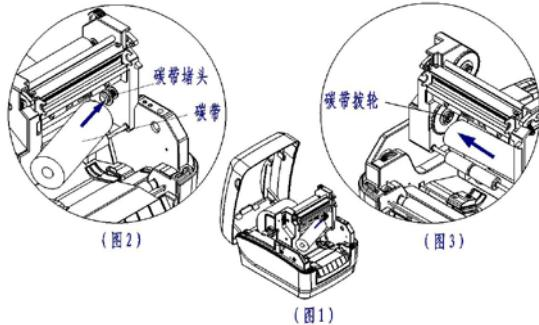

图 2.5.1
- 1) 如图 2.5.1 所示，首先将碳带支撑架旋转打开至（图 1）所示位置，将碳带按（图 2）所示方向插入碳带堵头内，按（图 3）所示将
碳带另一端插入碳带拨轮内，向外轻拉碳带，感觉到存在弹性回收力，说明发放轴碳带安装完毕（见图 2.5.1）；